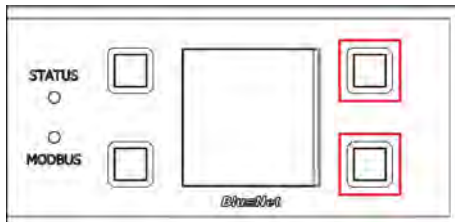

Fig. 79: Pantalla con botones de mando
1. ➤ Mantenga pulsados los dos botones situados a la derecha de la pantalla (Fig. 79/marcados en rojo).
4. ➤ Suelte los dos botones situados junto a la pantalla (Fig. 79/ marcados en rojo).